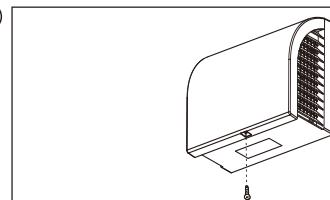

Fig. 1
(1) Loosen the screw at the bottom of the Wall Cap. (Fig. 1)
Desserrez la vis en bas du capuchon mural. (fig. 1)
Afloje el tornillo de parte inferior de la Tapa para Pared. (Fig. 1)